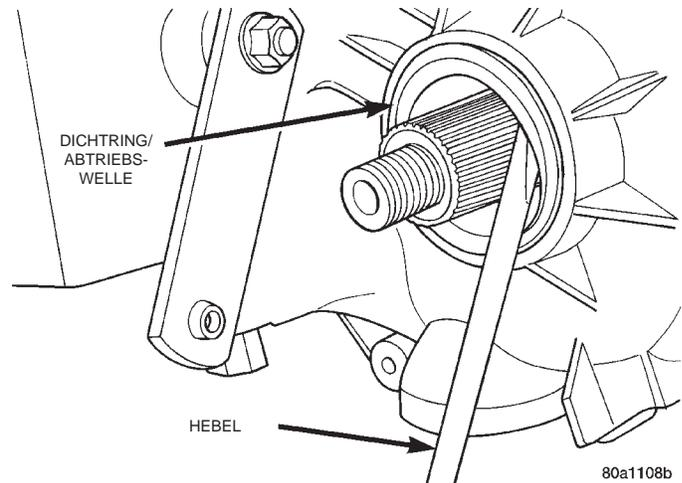

Abb. 6 Dichtring der Abtriebswelle ausbauen
- (1) Das Fahrzeug anheben und sicher abstützen.
- (2) Die Gelenkwelle zur Vorderachse ausbauen. Näheres hierzu siehe Kapitel 3, "Differential und Antriebsstrang".
- (3) Die Gelenkgabel von der Abtriebswelle zur Vorderachse lösen.
- (4) Den Dichtring der Abtriebswelle mit einem geeigneten Werkzeug aus dem Gehäuse hebeln (Abb. 6).